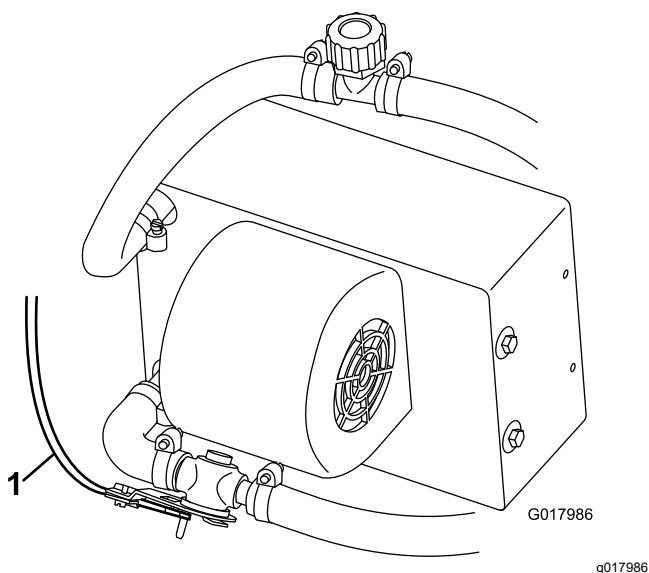

Figura 6
8. Enrute y conecte el cable de control del calentador a la válvula del calentador (Figura 6).